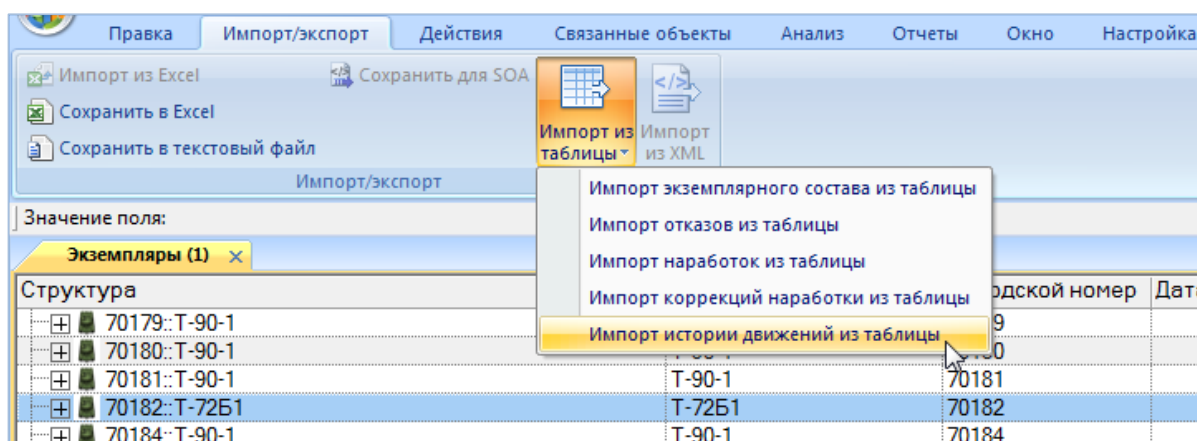

Рис. 14-60 – Вызов диалогового окна импорта из таблицы в рабочем окне «Экземпляры»
- 2) Выбрать экземпляр ВС в рабочем окне «Экземпляры» и нажать кнопку «Импорт из таблицы» панели «Импорт/экспорт» (рис. 14-60).